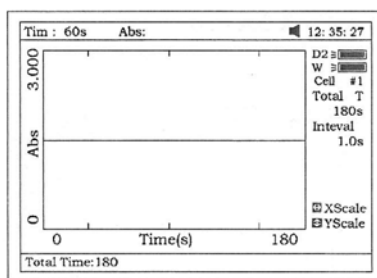

Fig 54
1. Presione [F1] para colocar “Total Time”, “Delay Time”, “Time Interval” e ingrese el valor por medio del tablero numérico (Fig 54).